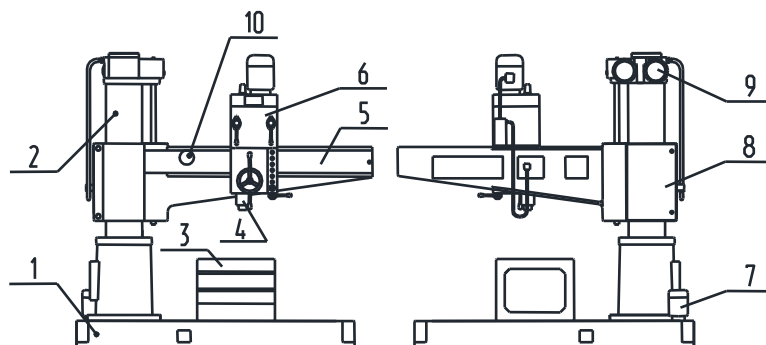

Рисунок 5.1- Расположение составных частей станка
5.1 Общий вид с обозначением составных частей станка (рисунок 5.1)